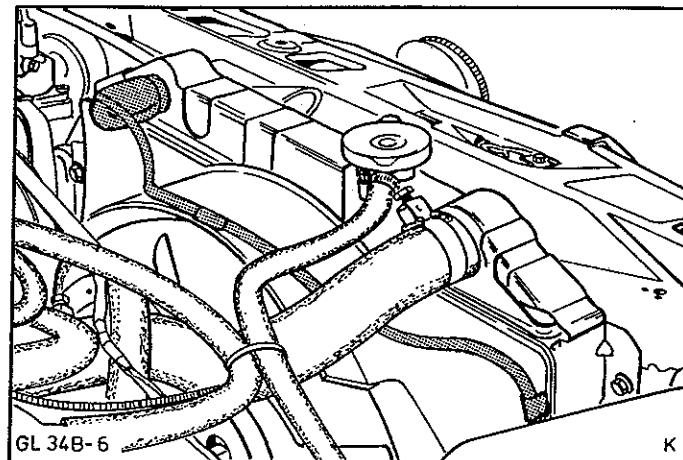

Abb.54 Kabel - Thermoschalter an Luftführung verlegen
15. Kabel an Thermoschalter anschließen und an Luftführung verlegen, Abb.54.